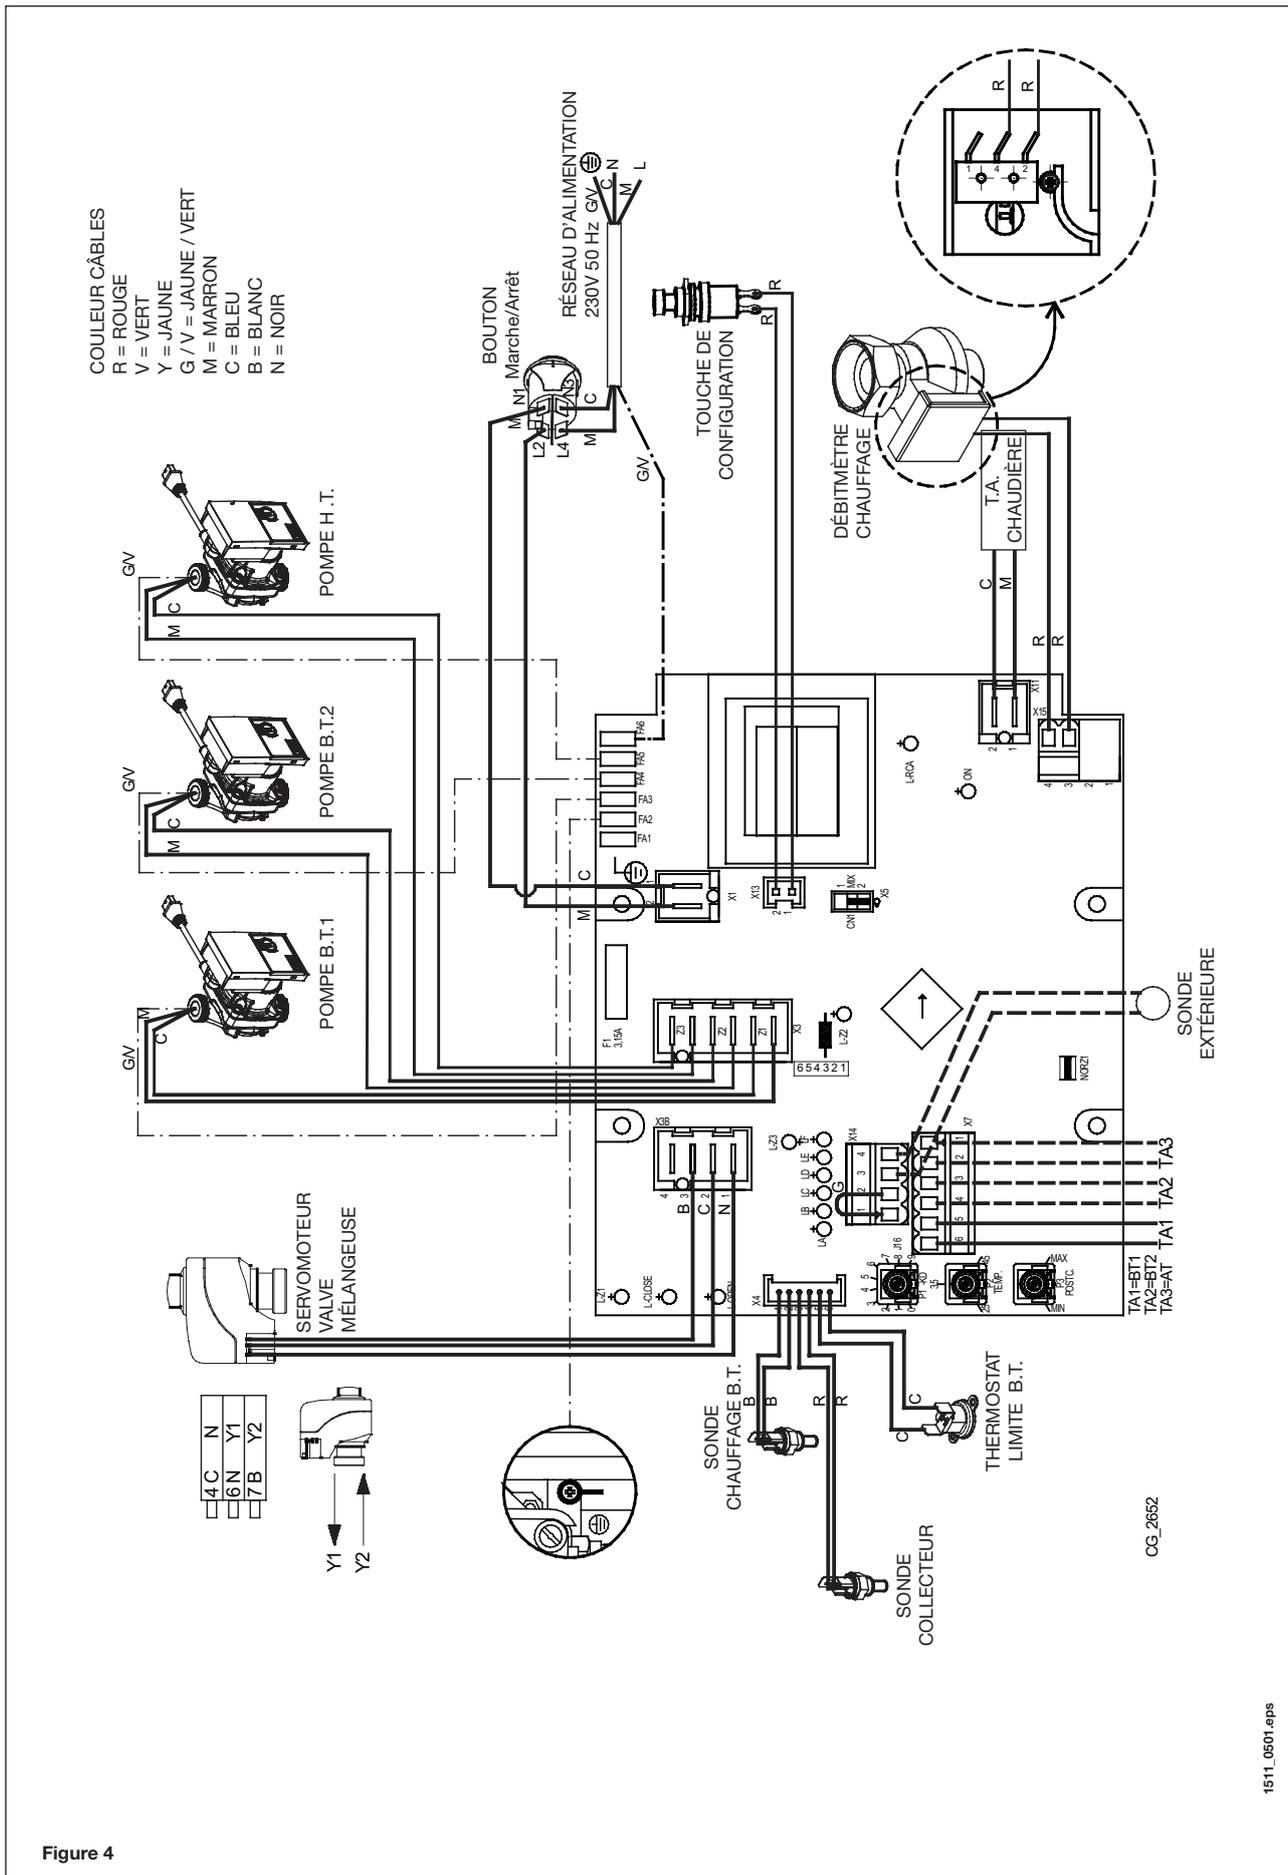

Figure 4
Les contacts «normalement ouverts» (**No**) et “Communs” (C) présents sur le bornier **M2** de la chaudière doivent être raccordés au connecteur **X7** bornes **5-6** de la carte du **MS UNIVERSALE+** (figure 4).
Le contact du thermostat d'ambiance de la première zone **BASSE** température (**TA1**) doit être raccordé au connecteur **X7** borne **5 - 6** de la carte du **MS UNIVERSALE+** (figure 4).
Le contact du thermostat d'ambiance de la deuxième zone **BASSE** température (**TA2**) doit être raccordé au connecteur **X7** borne **3 - 4** de la carte du **MS UNIVERSALE+** (figure 4).
Le contact du thermostat d'ambiance de la zone **haute** température (**TA3**) doit être raccordé au connecteur **X7** borne **1 - 2** de la carte du **MS UNIVERSALE+** (figure 4).
Les bornes **1-2** des connecteur **X11** du **MS UNIVERSALE+** (figure 4) doivent être connectés au thermostat d'ambiance de la chaudière (Bornier **M1**).
La sonde extérieure doit être raccordée au connecteur **X14** bornes **3-4** du **MS UNIVERSALE+** (figure 4). Utiliser un câble à deux pôles harmonisé "HAR H05 VV-F" 2x0,75 mm².